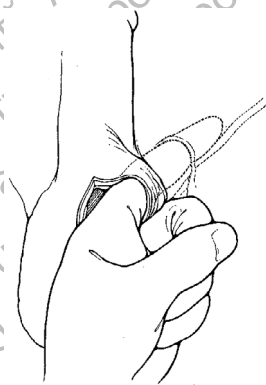

Abbildung 4-15a. Anlegen der Öffnung
1. Eine Öffnung in der Fascia Transversalis durch den äußeren Leistenring anlegen (**Abbildung 4-15a**). Diese Öffnung bietet Zugang zum retropubischen Raum. Der Zugang zum äußeren Leistenring und zum retropubischen Raum wird durch Verwendung des im SKW-Retraktor-Kit enthaltenen Baby Deaver erleichtert. Der Deaver wird in den Leistenring eingesetzt und in Kopfrichtung gezogen, wodurch er den äußeren Leistenring freilegt. Wenn erst einmal eine Tasche im retropubischen Raum geformt wurde, das Reservoir mit dem Finger an der richtigen Stelle platzieren.